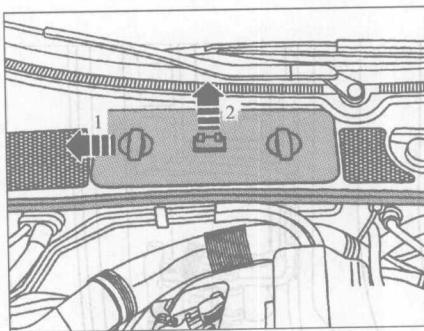

图 1-11 蓄电池上方的挡板
- (1) 将蓄电池上方的挡板向右推，如图 1-11 箭头 1 所示；将其向上取下，如箭头 2 所示。